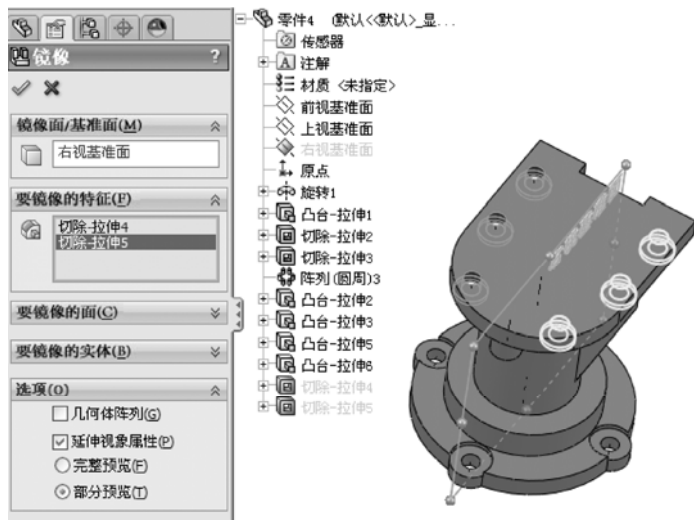

图 7-103 镜像实体
(7) 镜像实体。单击“特征”工具栏中的 (镜像) 按钮, 或选择菜单栏中的“插入”→“阵列/镜像”→“镜像”命令, 系统弹出“镜像”属性管理器; 在“镜像面/基准面”选项框中选择“右视基准面”作为镜像面, 在“要镜像的特征”选项框中选择前面创建的切除拉伸 3 和切除拉伸 4 特征, 其他选项设置如图 7-103 所示, 单击 (确定) 按钮, 完成顶部安装孔特征的镜像。